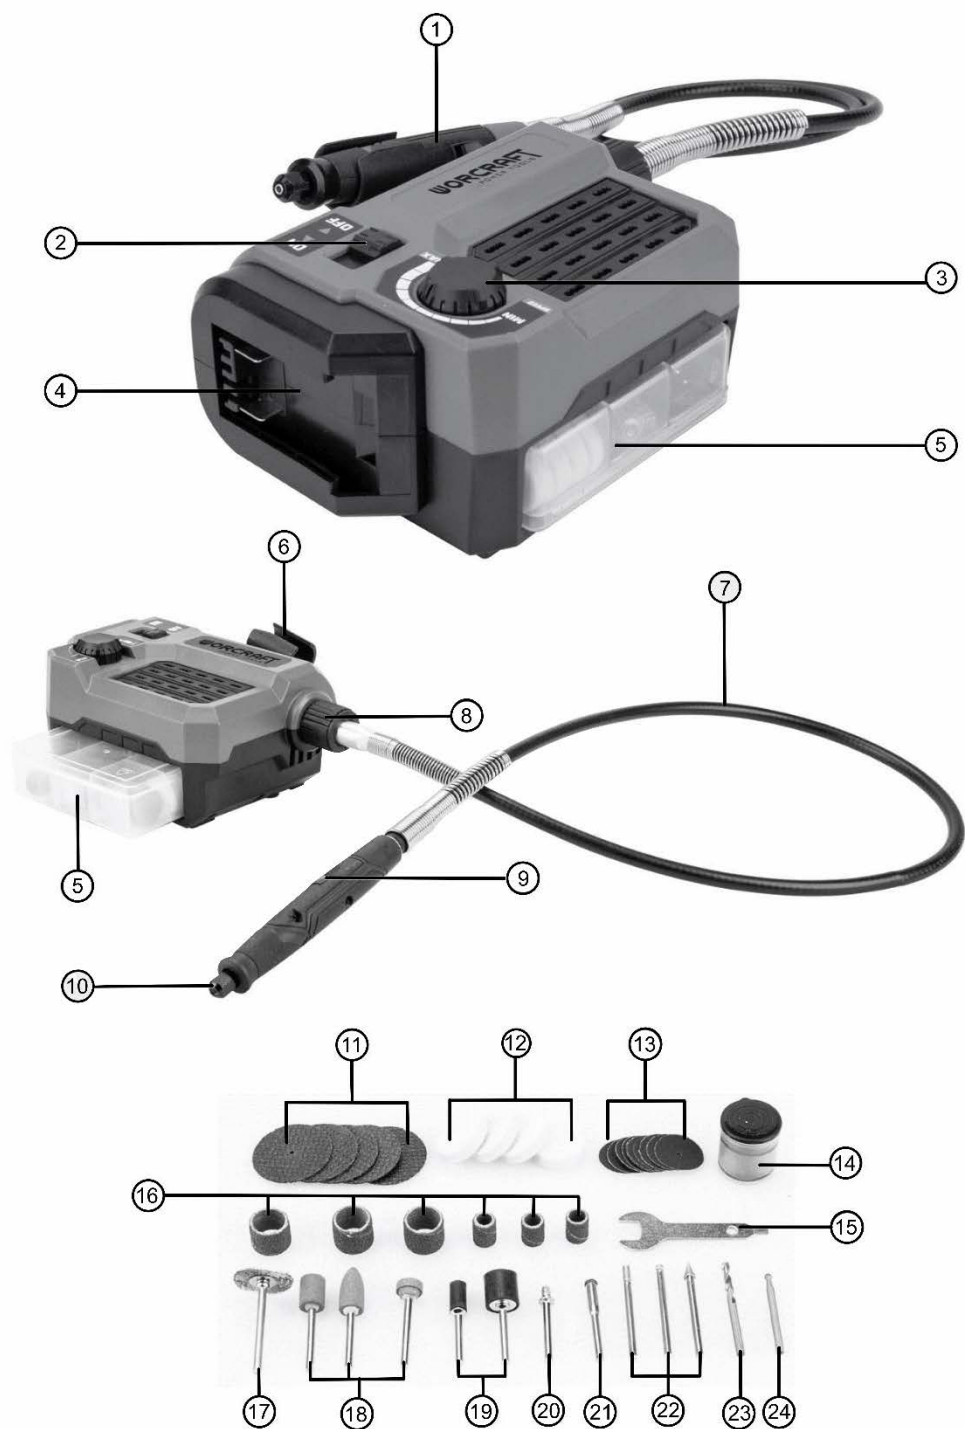

Рисунок 1
Встановіть тримач (6, рисунок 1) для рукоятки гнучкого валу у відповідне місце на бічній частині корпусу виробу, як це показано на рисунку 2. Перевірте надійність фіксації тримача.
- завинтіть гайку фіксування (8, рисунок 1) за годинниковою стрілкою (дивіться рисунок 3.2), щоб надійно закріпити гнучкий вал (7, рисунок 1).
- заблокуйте вал, посунувши вперед стопорну кнопку валу (9, рисунок 1), а потім послабте гайку затискної цанги (дивіться рисунок 4.1) за допомогою гайкового ключа (15, рисунок 1);
- щоб встановити акумуляторну батарею, вставте її у роз'єм для під'єднання (4, рисунок 1). Після того, як пролунає характерне клацання, батарея буде надійно зафіксована (дивіться рисунок 5);
- посуňte перемикач (2, рисунок 1) в положення «Увімк» («ON») для запуску електродвигуна виробу;
- для вимкнення гравера посуňte перемикач (2, рисунок 1) в положення «Вимк» («OFF»).
Швидкість обертання цанги можна регулювати залежно від матеріалу, який обробляється, і виду насадки, яка використовується для обробки. При повороті рукоятки регулятора (3, рисунок 1) за годинниковою стрілкою швидкість збільшується, проти годинникової стрілки – зменшується.